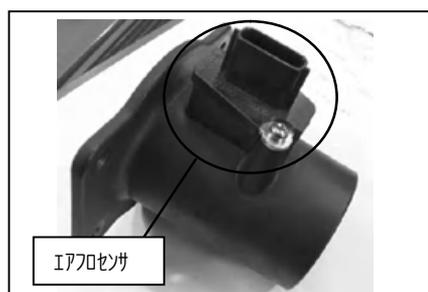

図5
- ①エアフロアダプターへ、M4ビスを使いエアフロセンサを取り付けます。図5参照